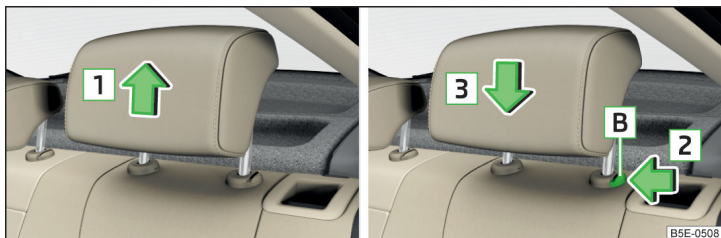

Fig. 74 Appuie-tête arrière : tirer vers le haut / pousser vers le bas
- Saisissez l'appuie-tête et tirez-le vers le haut dans le sens de la flèche **1** » fig. 74.